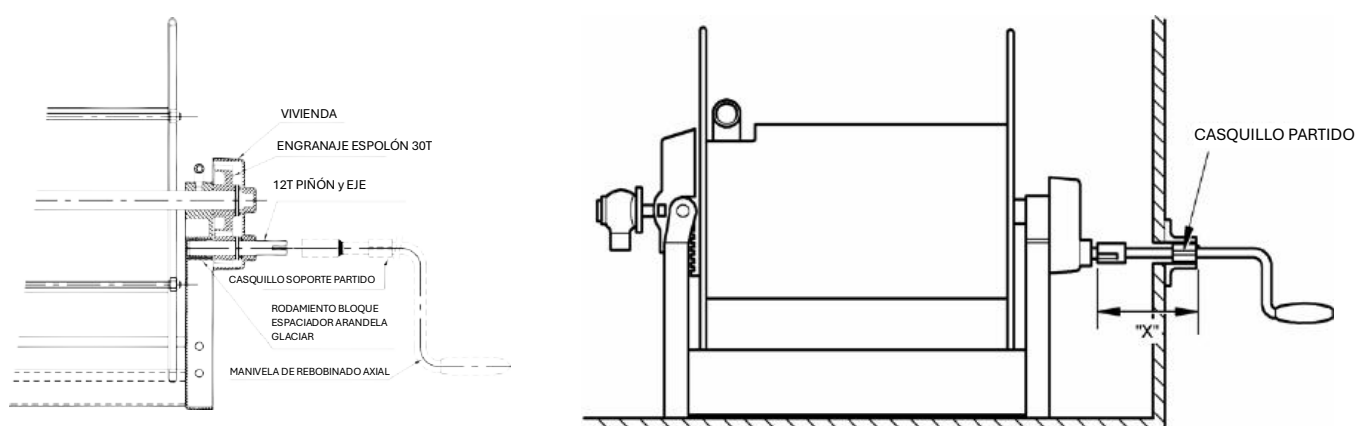

Figura 6 - Enrollador de mangueras con rebobinado axial por engranajes
- 4.3.1.1 Enganche completamente la manivela de rebobinado y coloque el casquillo partido como se muestra en la **Figura 6 - Enrollador de mangueras con rebobinado axial por engranajes** abajo.